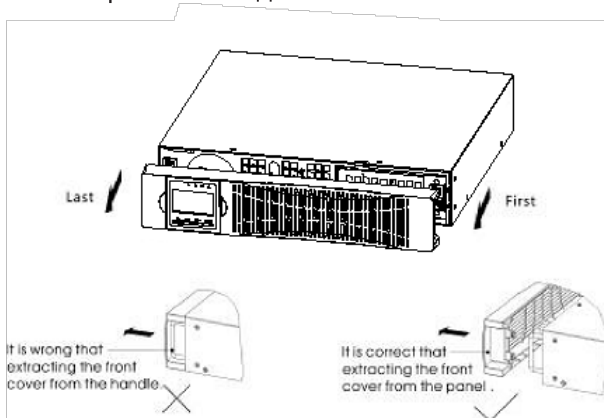

Рис. 3-9. Снятие передней крышки.
1. Снимите лицевую панель каждого корпуса. Потяните сначала за край противоположный ЖК-дисплею, а затем за край рядом с экраном (рис.3-9). Обратите внимание на шлейф, соединяющий крышку с дисплеем и ИБП. Не тяните за шлейф и не отсоединяйте его.